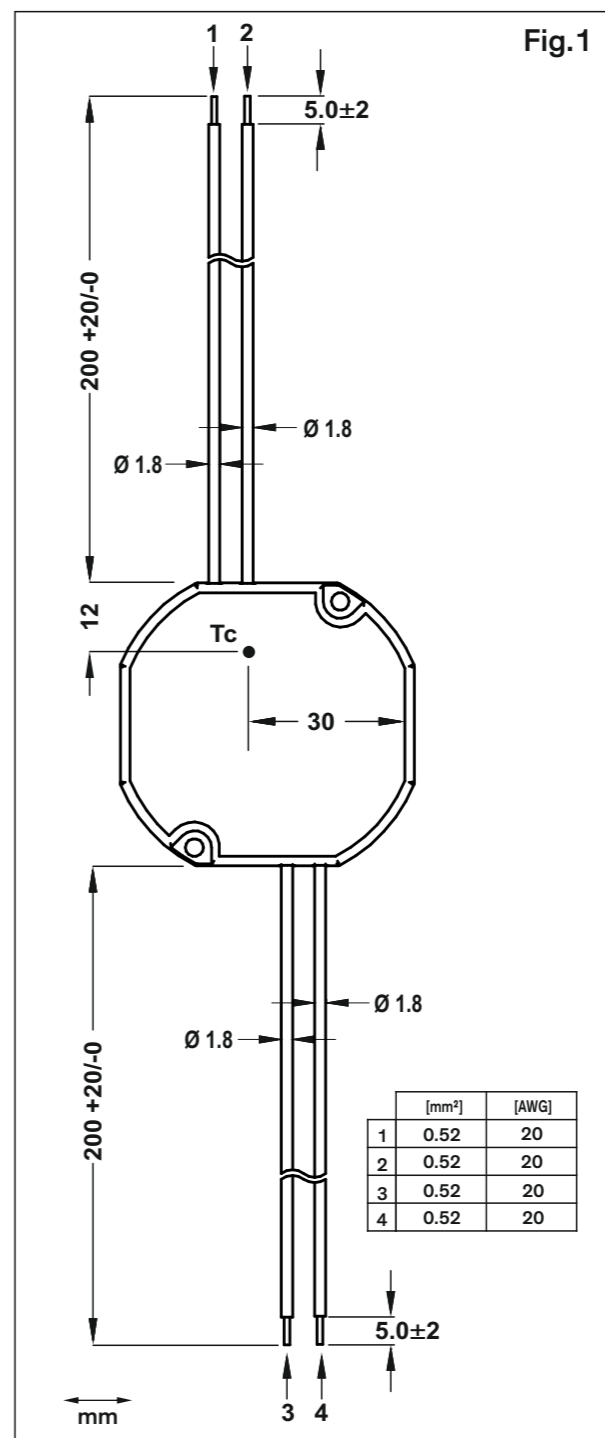

Fig.1
- Alle Verdrahtungen am Eingang und Ausgang müssen entsprechend dem Netzteil ausgelegt und mit der richtigen Polarität verbunden sein. Fig.1
- Funktionsbeschreibung Fig.1**
- Tous les fils d'entrée et de sortie doivent être correctement étalonnés pour le bloc d'alimentation et être branchés à la bonne polarité. Fig. 1
- Identification des caractéristiques Fig.1**
- Todos los cables de entrada y salida deben tener valores nominales adecuados para la fuente de alimentación y deben conectarse con la polaridad correcta. Fig.1
### Identificación de características Fig.1
- Tutti i cavi in ingresso e in uscita devono essere dimensionati correttamente in relazione all'alimentatore e devono essere collegati con la corretta polarità. Fig.1
### Identificazione dei particolari Fig.1